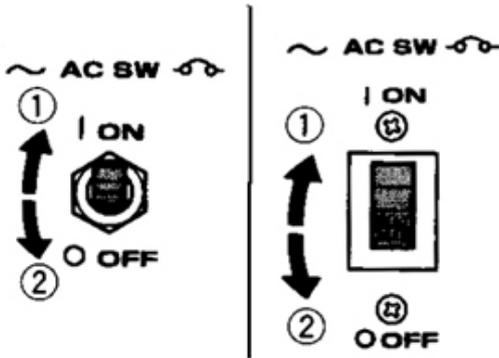

Рис.19
- (c) Після виконання належного з'єднання захисний пристрій ланцюга постійної напруги потрібно встановити в положення ON («УВІМК.»)(Рис.19)